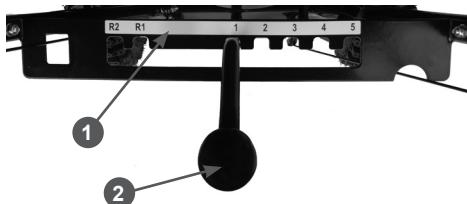

Рис. 27 Положения рычага переключения передач
5. Установите рычаг 2 переключения передач в одно из следующих положений в зависимости от состояния снега (Рис. 27):